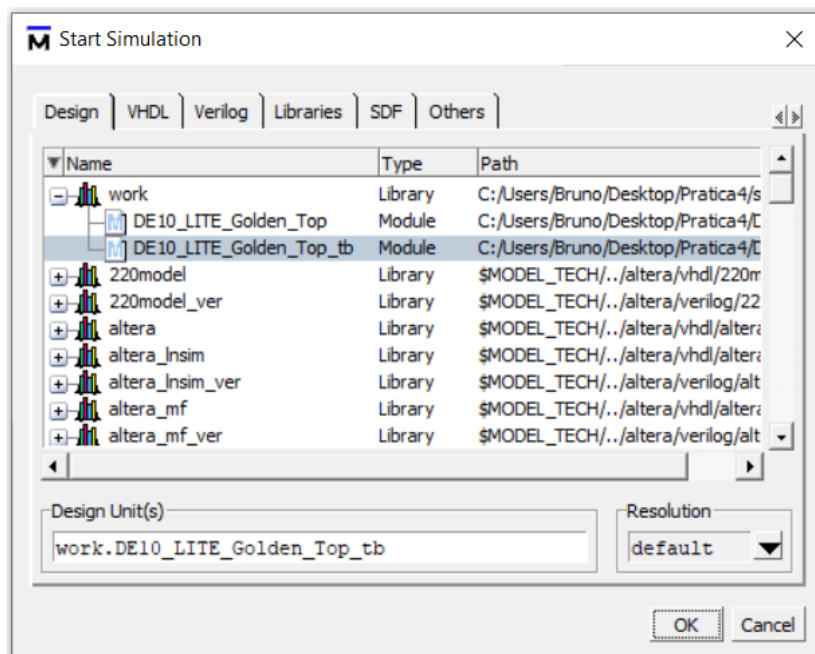

Figura 6: Start Simulation.
- Na janela que abrir, expanda a Library work, clicando no + ao seu lado esquerdo (Figura 6);